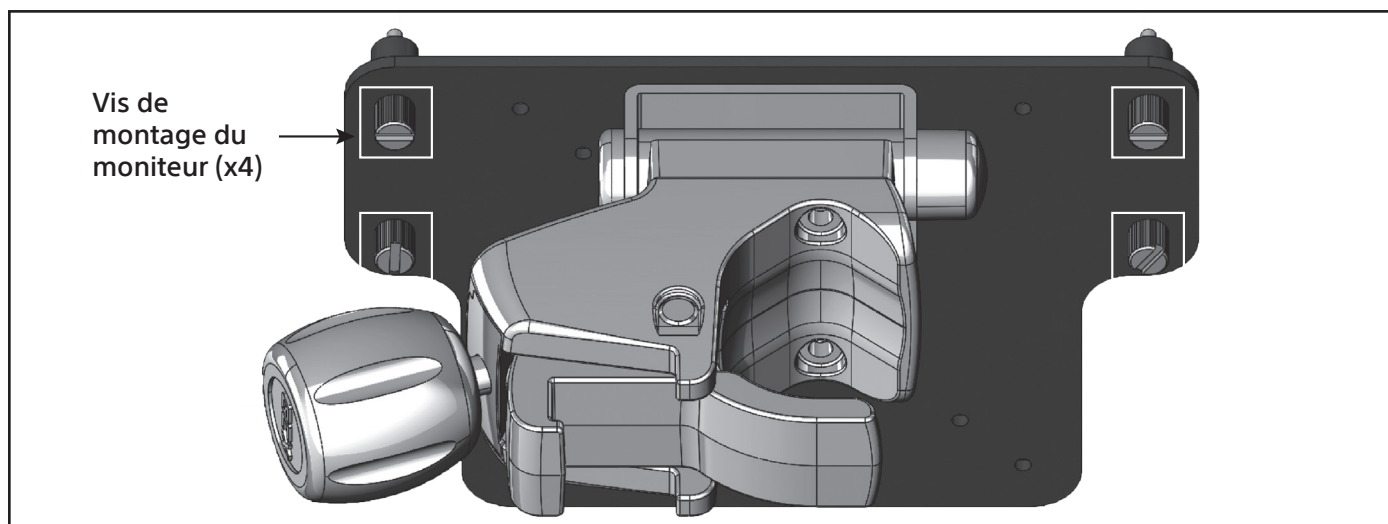
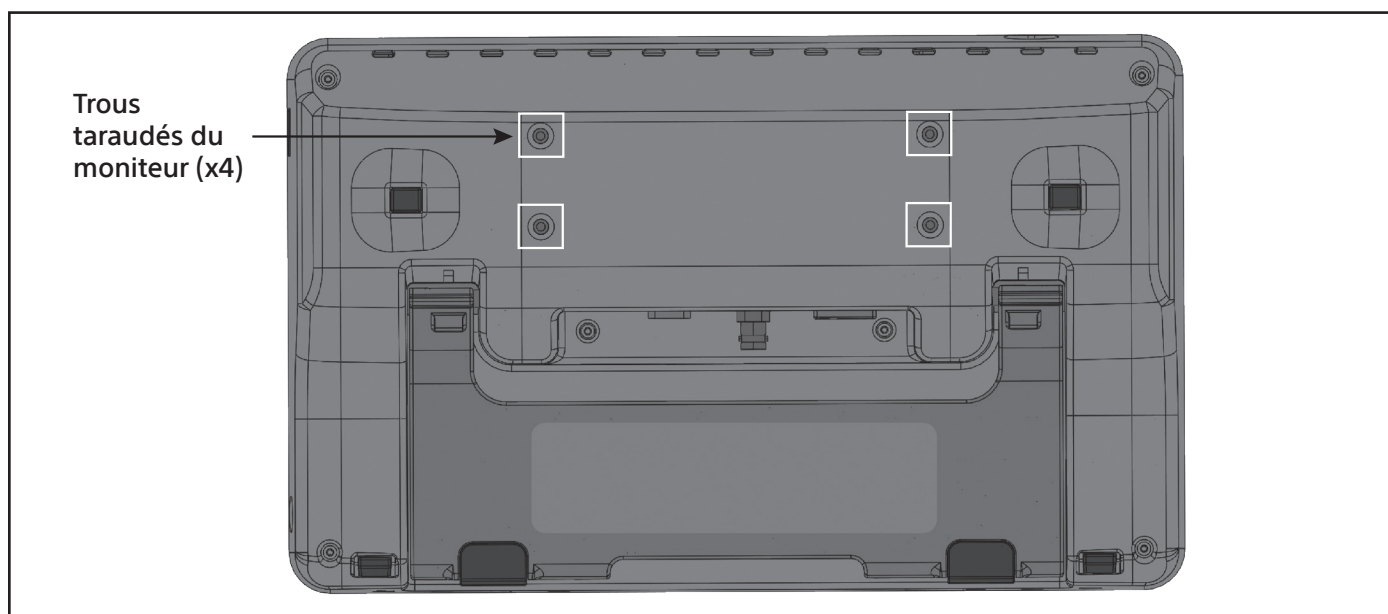

Figure 12. Alignement des vis du support du moniteur
Figure 13. Trous taraudés du moniteur
3. Aligner les vis du support du moniteur (figure 12) sur les trous taraudés à l'arrière du moniteur EXALT (figure 13).